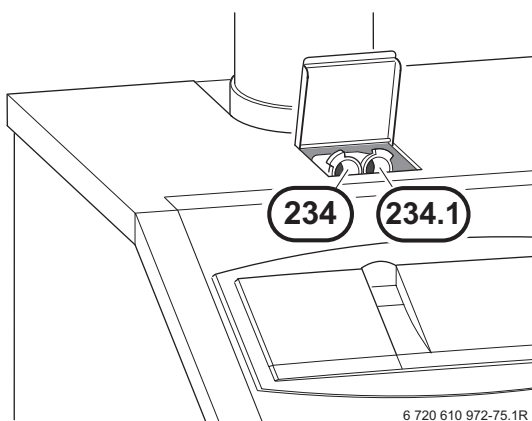

Bild 85
- ▶ Verschluss-Stopfen am Mess-Stutzen für Verbrennungsluft (234.1) entfernen (Bild 85).
- ▶ Verschluss-Stopfen am Mess-Stutzen für Abgas (234) entfernen (Bild 85).